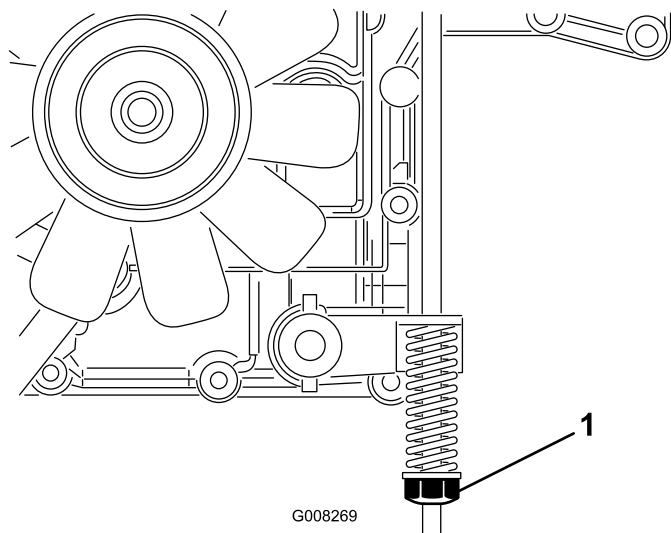

Bild 37
Die Bremse befindet sich an der rechten Seite der Hinterachse im Hinterreifen (Bild 37).
3. Drehen Sie die Einstellmutter der Bremse nach rechts, bis Sie die Maschine nicht mehr schieben können (Bild 37).